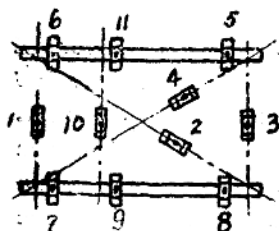

图 17
- ① 将整只机框（机械厂是整台装箱，在开擦时如不拆散亦可）抬到基地上，位置应尽量符合机台安裝綫。
② 垫入鉄板升降器四只，复查机框吊方点后，校正机框位置。
③ 初校水平一次，使車脚离地在 $7/16''$ ~ $3/4''$ 之間。
① 照图17所示順序精校机框水平，結合进行精修橫档搭子的密接。
② 抬上豪豬錫林，然后垫車脚木：